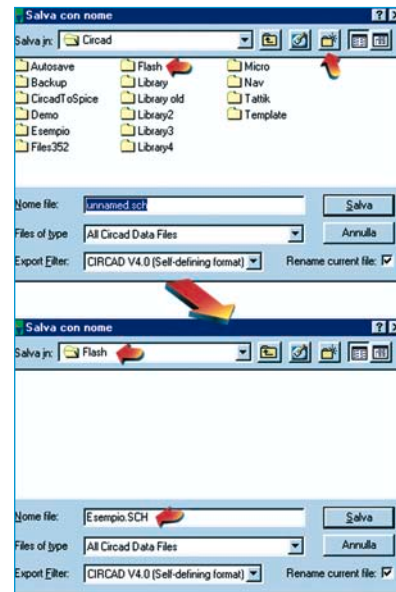

figura 2
**plate**", cioè un modello contenente alcuni elementi basilari come il nome del progetto, la data, l'autore, eccetera. Visto che dovete disegnare uno schema elettrico, selezionate il template relativo al formato "A" dei file per schemi elettrici, cioè "Schematic Files = Size A". Il formato "A" ha un'area utile circa uguale ad un foglio A4, mentre gli altri formati sono via via più grandi. Per circuiti complessi non è necessario usare formati di grandi dimensioni, ma è possibile dividere lo schema in vari fogli, che verranno "riuniti" durante la realizzazione del PCB. Sarà così possibile dividere funzionalmente gli elementi di un circuito (un foglio per la sezione di alimentazione, uno per la sezione di logica, un altro per quella di potenza, eccetera) e sarà più semplice stampare lo schema elettrico, evitando microscopiche stampe in scala. Una volta selezionato il template apparirà una finestra di salvataggio nella quale dovrete specificare la cartella di destinazione ed il nome ("Esempio.SCH") del file appena creato. Scegliete la cartella "\Circad\Flash", creandola con l'apposito pulsante della maschera di salvataggio (figura 2). Potrete comunque salvare il file in qualsiasi altra cartella, ad esempio "\Circad\Demo", evitando quelle di sistema del programma ("Auto-save", "Backup", "Library", "Template"). In seguito, potrete